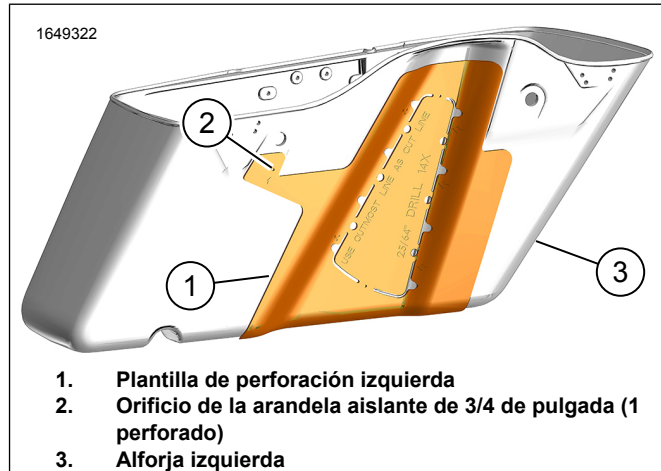

Figura 20. Plantilla de perforación de la alforja izquierda
- Consulte la Figura 20. Repita los procedimientos 1-8 de la alforja derecha.